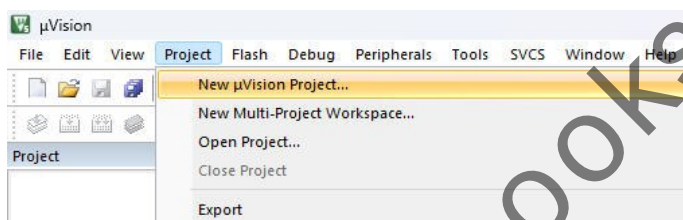
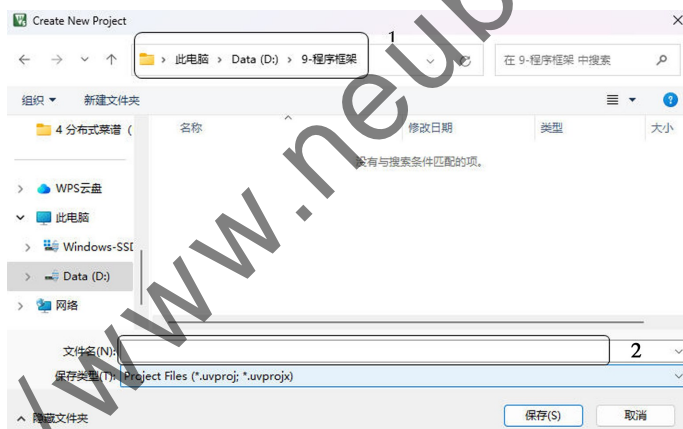

图 2-33 新建工程操作
图 2-34 新建工程对话框
双击桌面 Keil 图标启动软件，单击菜单项 Project→New Project，如图 2-33 所示操作。弹出新建工程对话框，如图 2-34 所示，①为工程存放位置，②为工程名。